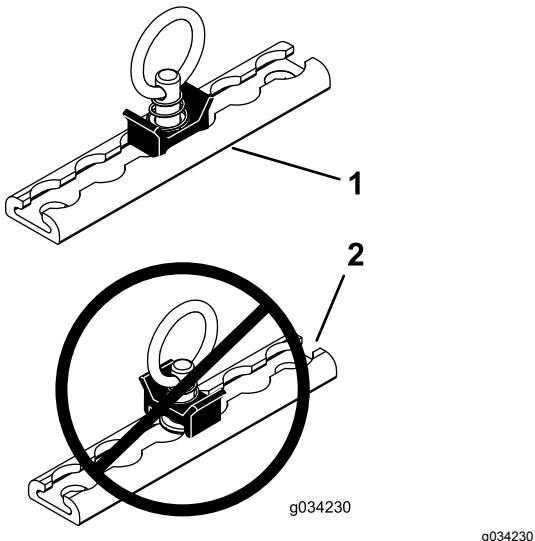

Bild 4
2. Befestigen und verwenden Sie die Ringe, wie in **Bild 4** abgebildet.
2. Montieren und verwenden Sie die Ringbaugruppe mit zwei Feingewindeschrauben und Sicherungsmuttern ($\frac{1}{4}$ "), wie in Bild 4 dargestellt.